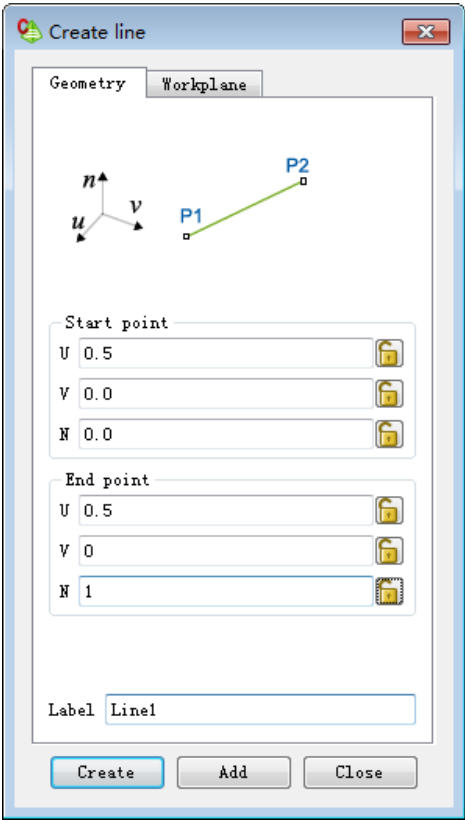

图 3-61 创建 Geometry
② 在弹出的“Create Line”对话框中，选择“Geometry”选项卡，进行如下设置，如图 3-61 所示。